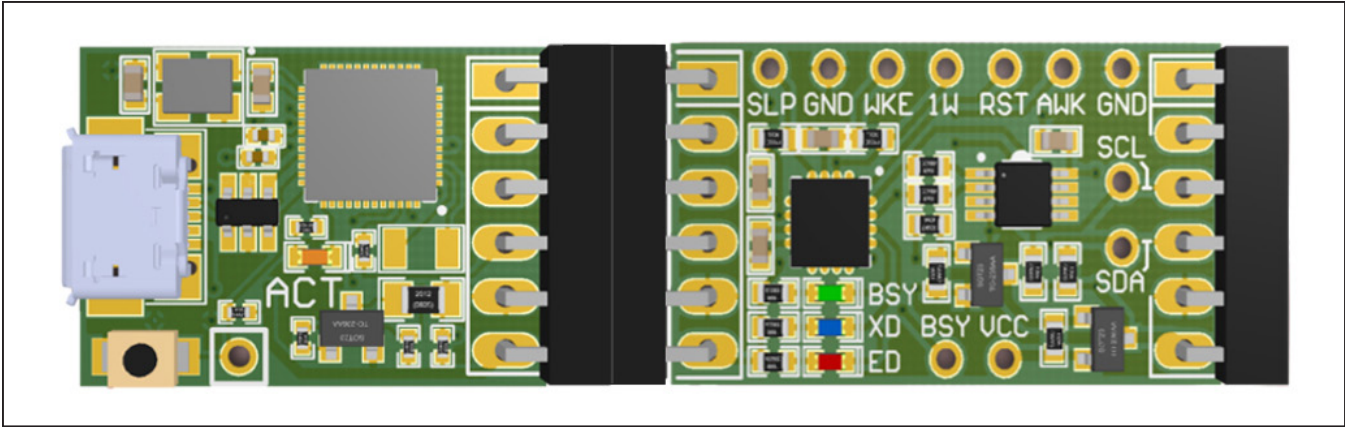

Figure 4. DS9481P-300 Attached with DS28E17 EV Kit
- 2) Attach the DS9481P-300# adapter to the DS28E17 EV kit (Figure 4).